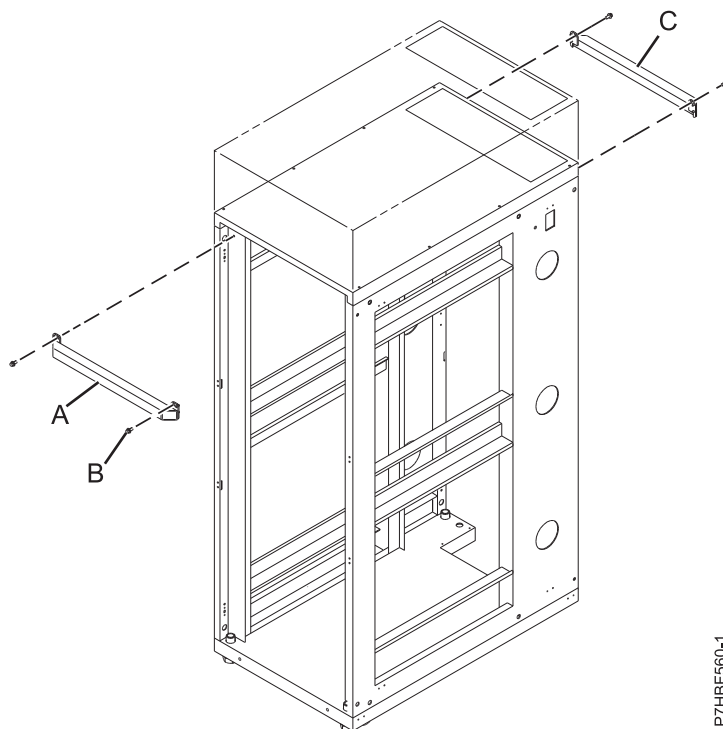

図 34. ラック・ブレースの固定
5. 配送用コンテナに入っている前面 (A) および背面 (C) ラック・ブレースを見つけます。各ラック・ブレースを、ラックの前面上部および背面上部の、上部カバーのすぐ下に固定します。
6. 図 34 に示すように、上部カバーから取り外した 4 本のねじ (B) を使用して、各ラック・ブレースをラックに固定します。